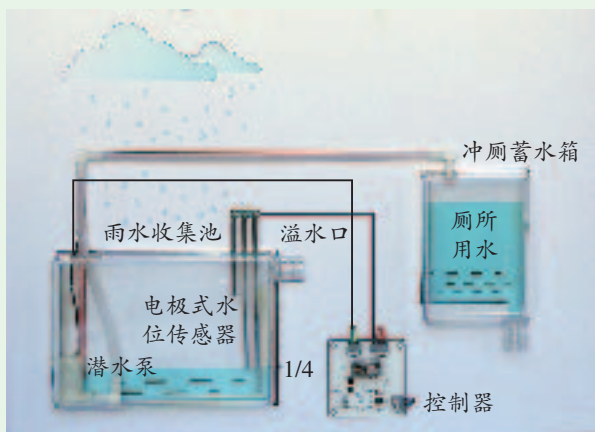

图 4-32 抽水控制系统模型
1. 搭建模型，如图 4-32 所示，将雨水收集池、冲厕蓄水箱、潜水泵、电极式水位传感器、控制器、水管等依次连接。